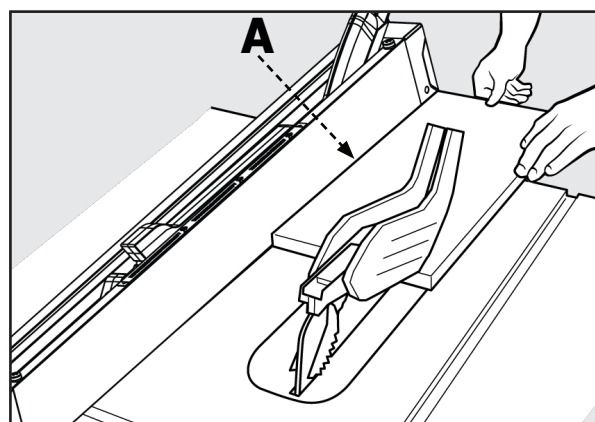

FIGURE 15
8. Tenir la pièce à plat sur la table et contre le guide (A). La pièce doit avoir un bord droit contre le guide et ne doit pas être déformée, tordue ou courbée. Voir la bonne position des mains à la figure 15.